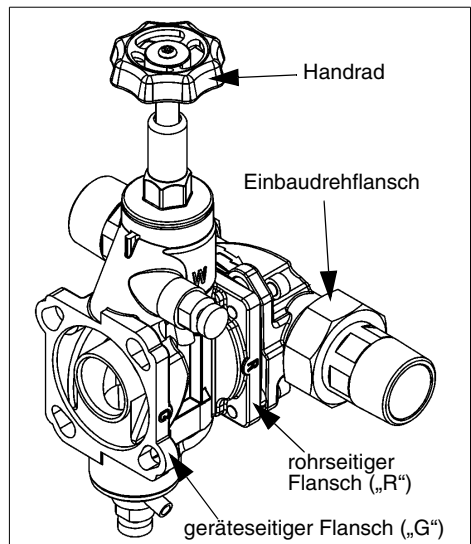

Abb. 9: Umgehungsventil
- Das Umgehungsventil auf der mit dem eingegossenen Buchstaben „R“ (Rohr) gekennzeichneten Flanschseite mit dem Einbaudrehflansch durch Einrasten des Bajonetts verbinden (siehe Abb. 9).